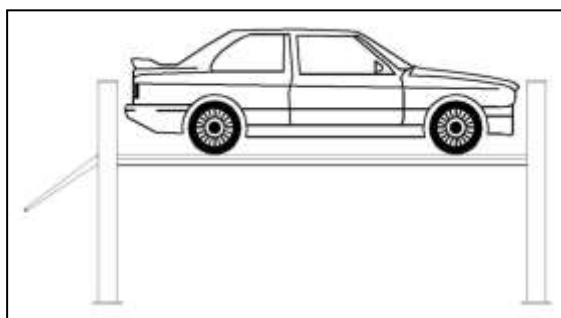

Рис. 8
- Не находитеcь в зоне повышенной опасности во время процесса поднятия транспортного средства. (Рисунок 8)